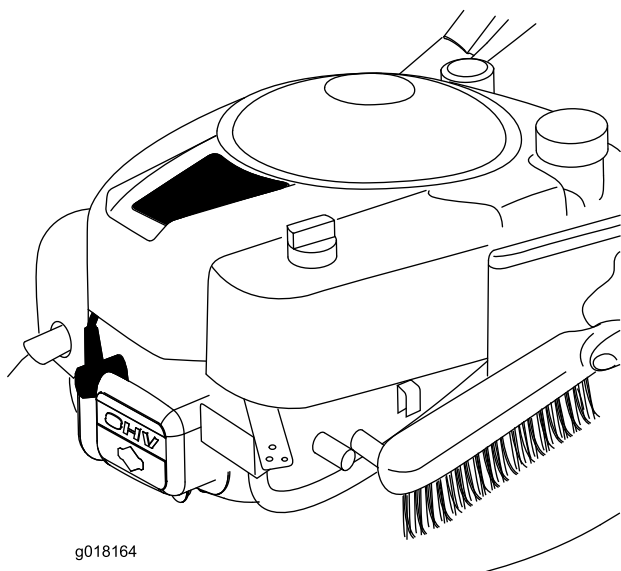

Figure 27
- À l'aide d'une brosse ou d'air comprimé, nettoyez toute l'herbe et les débris éventuellement présents sur le moteur et notamment l'échappement/la protection d'échappement, les ouïes d'aération du capot supérieur et les surfaces du plateau de coupe avoisinantes (Figure 27).